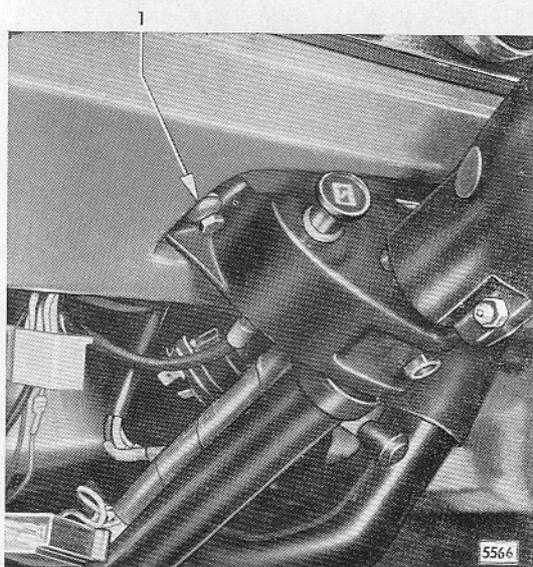

Bild B 8 - Abreißschrauben für Lenkstützrohr-befestigung lose eingeschraubt
7. Die Befestigung des Lenkstützrohr-Zusammenbaues erfolgt mit zwei neuen Abreiß-schrauben (Bild B 8), die nach Einschieben der Lenkspindel in den Lenkspindel-flansch so fest anzuziehen sind, bis der Sechskant-kopf beider Schrauben an der schwächsten Stelle abreißt.